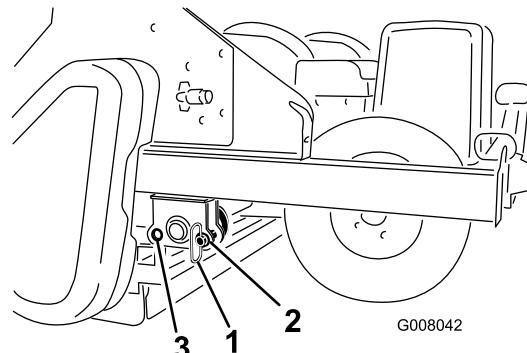

Figura 20
- Rimuovete i perni di rimessaggio dalla posizione del foro anteriore ed inseriteli nella posizione del foro posteriore durante l'utilizzo (Figura 20).